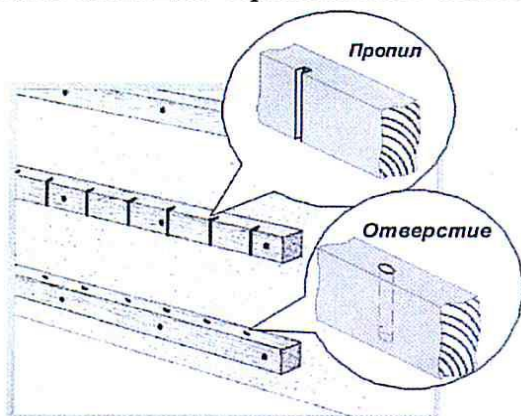

Рис.9
- требуется дополнительная подготовка брусков обрешетки в виде высверливания сквозных отверстий сверлом по дереву Ø 4-5 мм или прорезания пропилов глубиной 4-5 мм с шагом 100-150 мм по всей длине прикрепляемого бруска, как показано на рис.9. Это производится с целью обеспечения вентиляции внутреннего пространства между стеной помещения и ламинированной панелью;